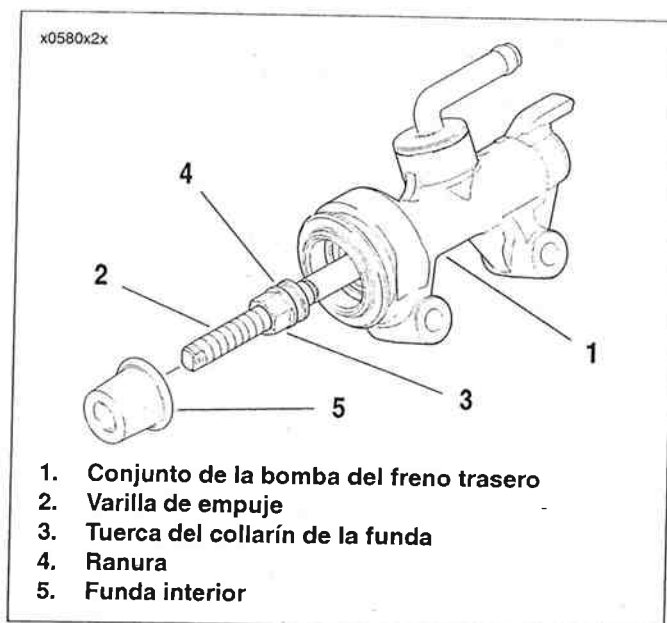

Figura 2-88. Lubricación e instalación de la funda interior
9. Asegure el montaje de la varilla de empuje con un anillo de retención (10) **nuevo**. Compruebe que el anillo de retención esté completamente asentado en la ranura. Desenrosque la tuerca de reborde de la varilla de empuje.
10. Vea la Figura 2-88. Aplique aproximadamente 0,1 g de grasa para frenos G40M (pieza N° 42820-04) alrededor de la ranura (4) en la tuerca del collarín de la funda (3). Cuidadosamente deslice la funda interior (5) hacia abajo sobre la varilla de empuje (2) y dentro del extremo del diámetro interior de la bomba de frenos. Presione el labio de la funda interior hacia abajo alrededor de la ranura en la tuerca del collarín de la funda.